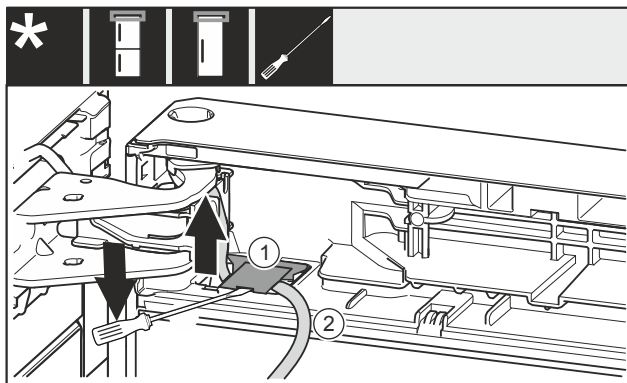

Fig. 12
- ▶ Avec un tournevis plat, soulever le cache Fig. 12 (1) et le retirer.
- ▶ Retirer le câble Fig. 12 (2).